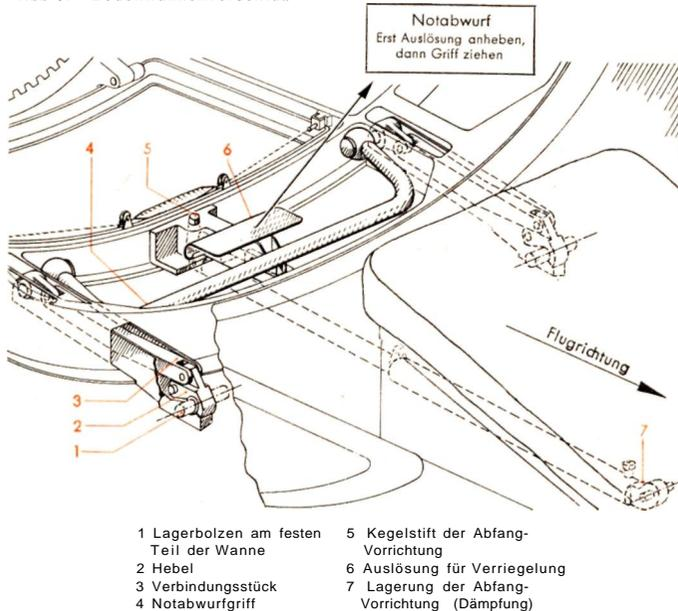

Abb.7 Notauslösung der abwerfbaren Bodenwanne
(Abb. 7) gelagert ist. Die Abfangvorrichtung ist mit „Shell AB 11“ gefüllt.
Der **Notabwurf des klappbaren Teiles der Bodenwanne** erfolgt durch Betätigung des Notabwurfgriffes (4) (Abb. 7).